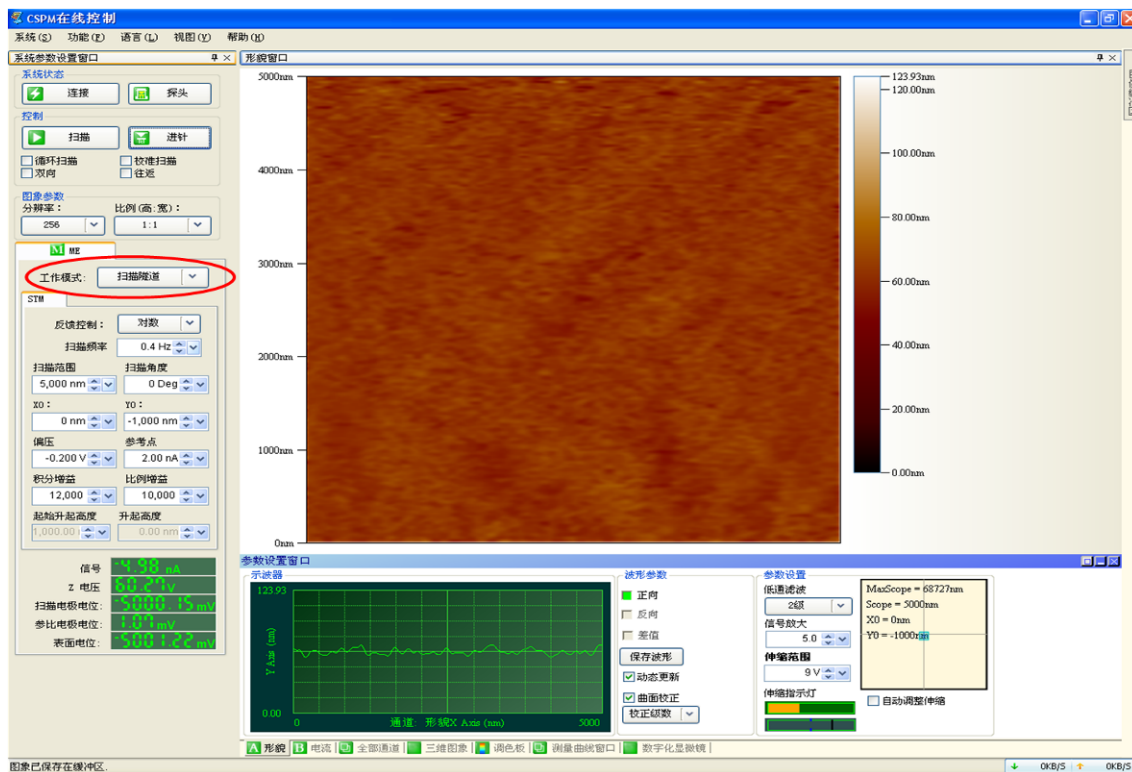

图3-10 扫描模式切换
4) 当STM形貌扫描测试结束后, 如果还要继续测试电极表面的电位分布, 还可将扫描模式变换回“微区电位扫描”(图3-10), 选择“功能”菜单——“三维平台移动”, 将平台向上移动100-